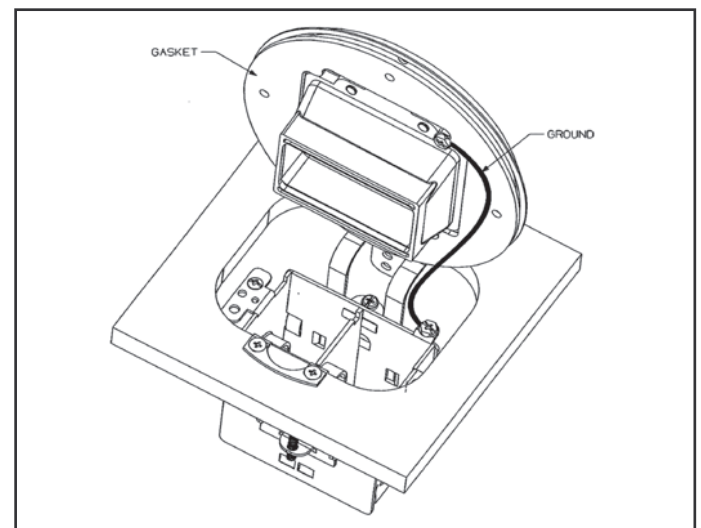

FIGURE 3
7. Attach ground wire to cover and attach system-grounding conductor (Fig. 3).
7. Fixer le fils de MALT au couvercle et le conducteur de MALT du réseau Fig. 3.
7. Unir el cable de tierra a la tapa y fijar el conductor de puesta a tierra del sistema Fig. 3.